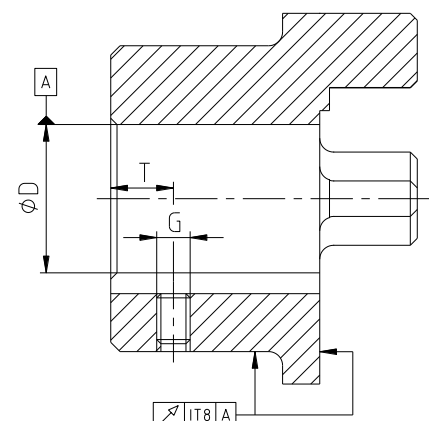

Figura 13: Exactitud de concentricidad y excentricidad
- En el mecanizado del agujero por parte del cliente se debe mantener la precisión de excentricidad axial y la concentricidad (véase figura 13).